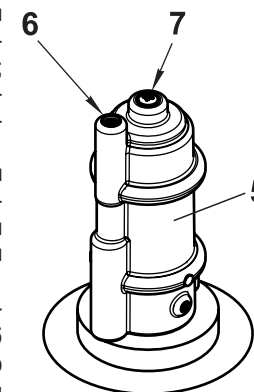

Рис. 9
4.5.4 Время открытия клапана зависит от настройки. Для регулировки времени открытия клапана используйте регулировочный винт 6 в верхней части корпуса замедлителя 5 (рис. 9). Поворачивая винт по часовой стрелке (вкручивание вовнутрь корпуса замедлителя), время открытия клапана увеличивается, и, наоборот, поворачивание винта против часовой стрелки (выкручивание из корпуса) - время открытия уменьшается.